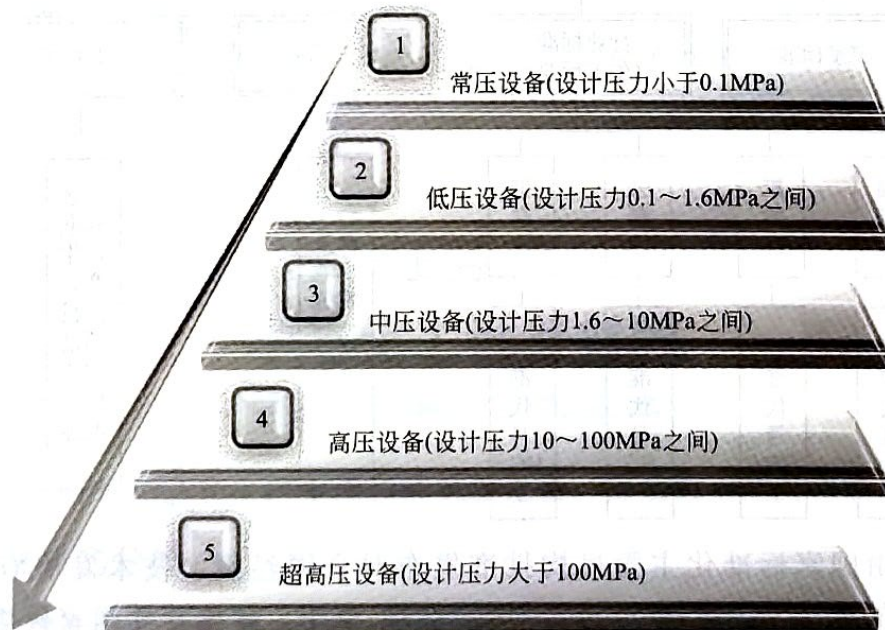

图 1-4 内压设备分类
② 按结构特征和用途分容器、塔器、换热器、反应器（包括各种反应釜、固定床或液态化床）和管式炉等。
③ 按结构材料分金属设备、非金属设备和非金属材料衬里设备。
④ 按受力情况分外压设备（包括真空设备）和内压设备，内压设备的分类见图 1-4。